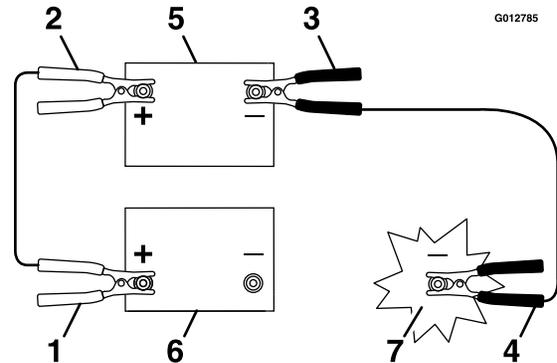

Figura 15
3. Conecte el cable positivo (+) al borne positivo (+) de la batería descargada que está conectado al motor de arranque o al solenoide, según se indica en Figura 15.